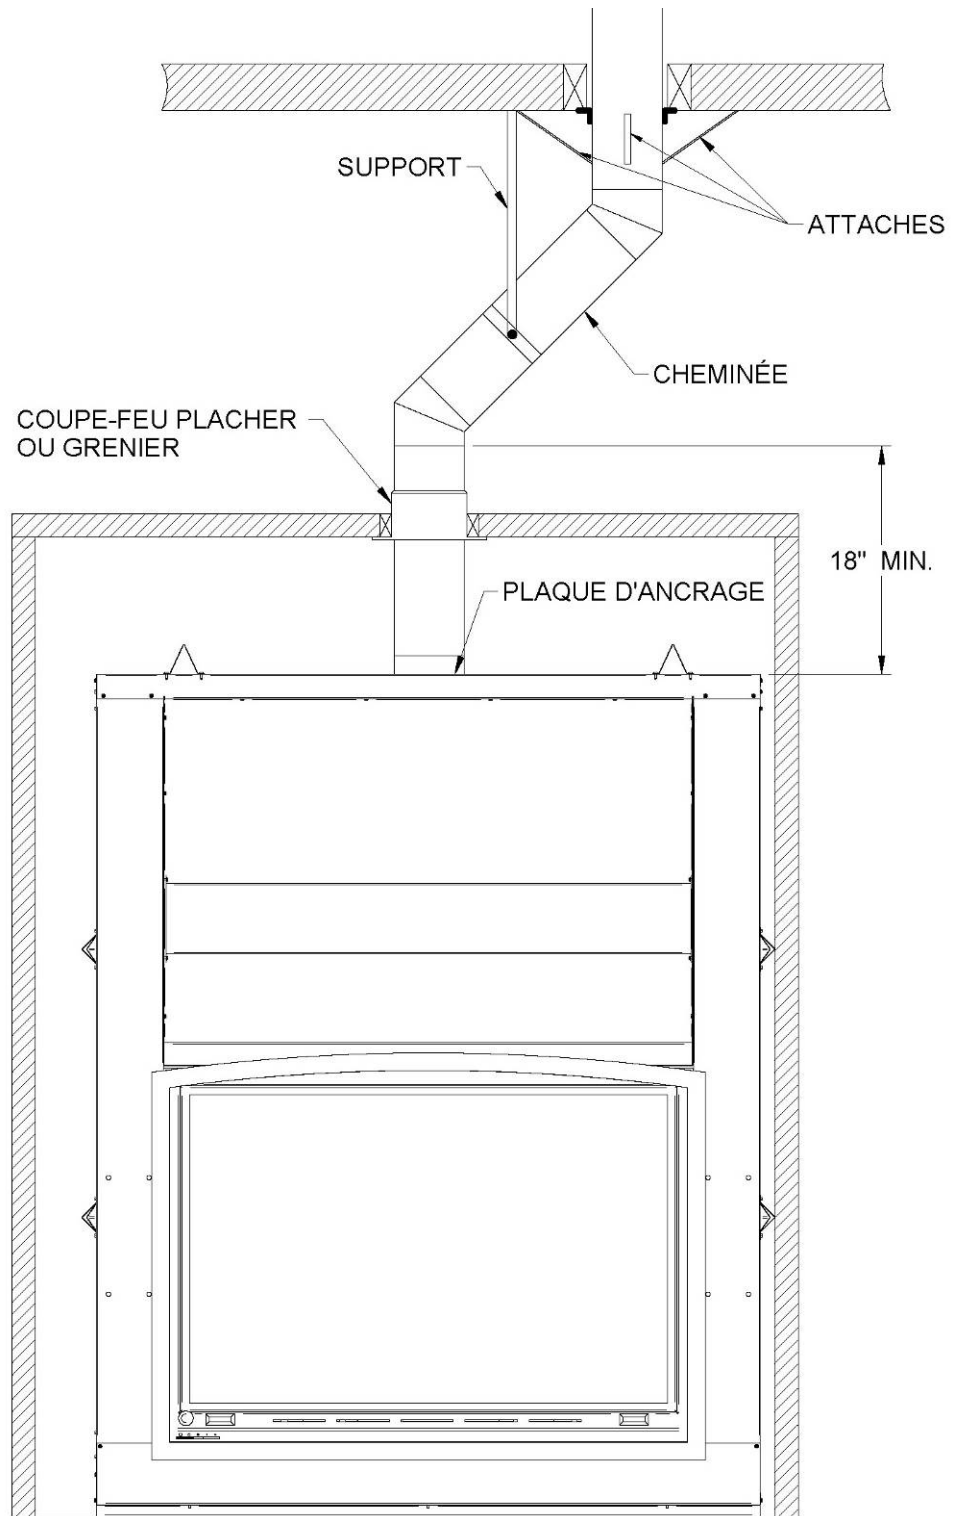

Figure 31
1. On doit avoir une longueur verticale minimale de 18" au départ du foyer avant de mettre une déviation/coude. Installez le premier coude; tournez-le dans la bonne direction. Fixez-le à la cheminée en suivant les instructions du fabricant de la cheminée. Dans de nombreux cas, il est recommandé de fixer les raccords à l'aide de trois (3) vis à métaux de ½" (12 mm).
2. Installez les sections de cheminée qu'il faut pour obtenir le décalage nécessaire. Verrouillez les sections de cheminée ensemble en suivant les instructions du fabricant de la cheminée. Dans de nombreux cas, il est recommandé d'utiliser trois (3) vis de ½" (12 mm). Si la section décalée comporte deux sections de cheminée ou plus, de nombreux fabricants de cheminées exigent que vous utilisiez un support de décalage ou de toit à moitié chemin du décalage. Si la cheminée traverse un mur, installez un coupe-feu mural fourni par le fabricant de la cheminée (voir **Figures 31 et 32**).